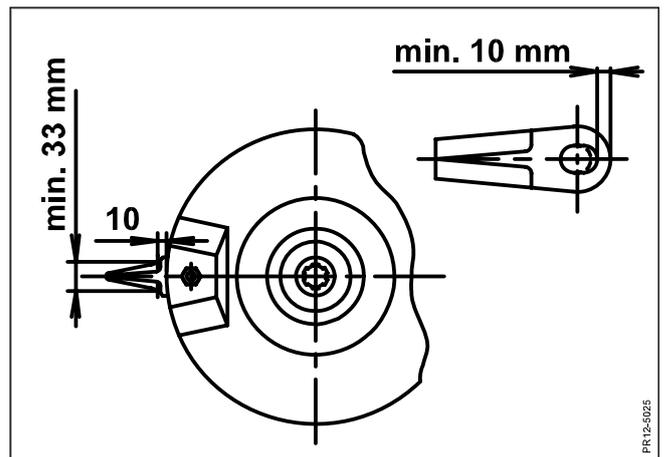

Fig. 6-5
- Fig. 6-5 Remplacer les couteaux si: